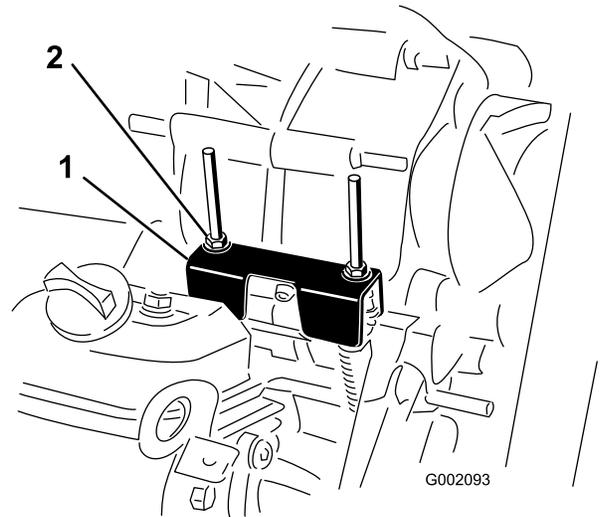

Figure 62
Lors des entretiens courants et/ou des diagnostics du moteur, vous devez placer la boîte-pont au POINT MORT (Figure 62). La position POINT MORT de
2. Vérifiez que la patte de réglage du point mort est à la position POINT MORT (au même niveau que le support de fixation du câble situé sous la patte d'inversion de marche) en tournant l'embrayage (Figure 62).
3. Tournez un des contre-écrous (Figure 62) pour obtenir un espace de 0,76 à 1,52 mm entre le bas de l'écrou/la rondelle et la patte de réglage du point mort.